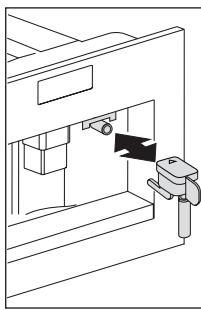
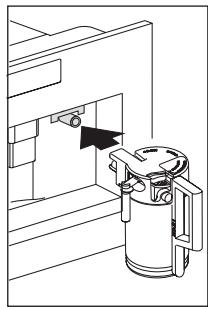

Abb.13
Abb. 32
- Entfernen Sie den Heißwasserauslauf (Abb. 13) und bringen Sie den Milchbehälter an der Düse an (Abb. 32).